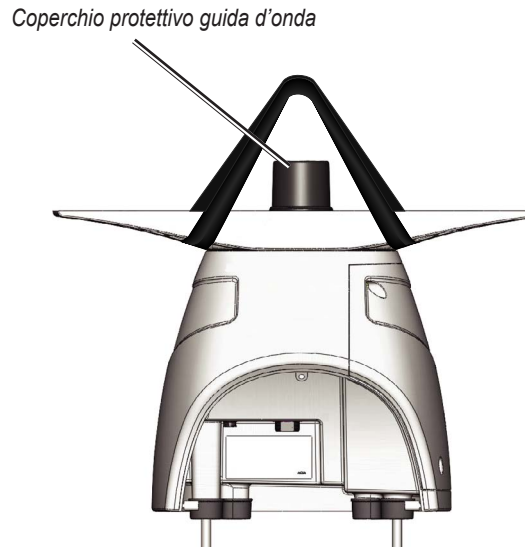

Figura 5
2. Sollevare il radar in posizione tramite la fascetta fornita in dotazione. Posizionare la fascetta sulle estremità del supporto dell'antenna come illustrato nella Figura 5. Assicurarsi di posizionare la fascetta il più possibile vicino al radar.